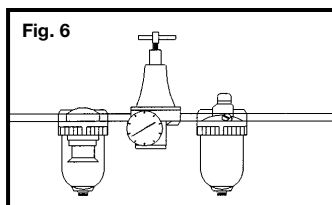

Fig. 6
8. **Use aire limpio y seco a presión regulada** con una presión de 70 a 120 PSI (libras por pulgada cuadrada), de 4,8 a 8,3 BARES. Fig. 6.